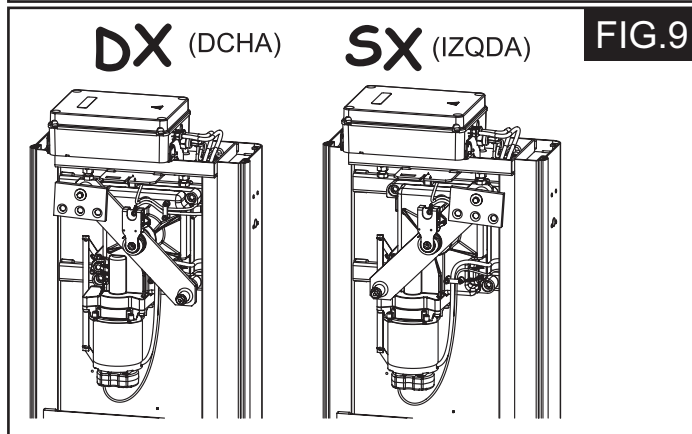

FIG.9
10.- Gire el plato porta-muelle en la posición indicada en la (Fig. 9), en función del tipo de instalación, Der. o Izq.